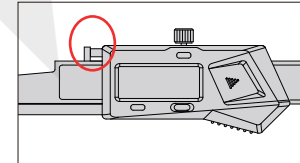

Abb.4
- Ziehen Sie das Lineal, bewegen Sie das Kegelmessgerät auf den gewünschten Punkt und drücken Sie die Nulltaste, um den Nullpunkt einzustellen (Abb.4).